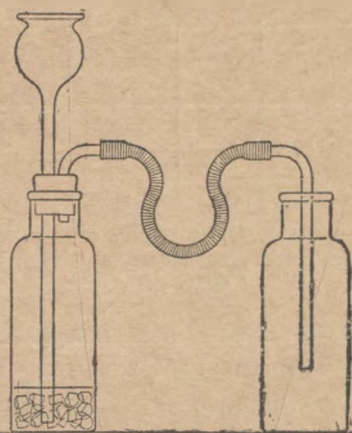

Рис. 126. Получение углекислого газа и наполнение им склянки.
*Задача 18.* В прибор для получения газов (рис. 126) поместите куски мрамора или известняка и прилейте соляной кислоты (1:2). Соберите углекислый газ в банку. Убедитесь, что банка наполнена до краев. Как убедиться? (151).